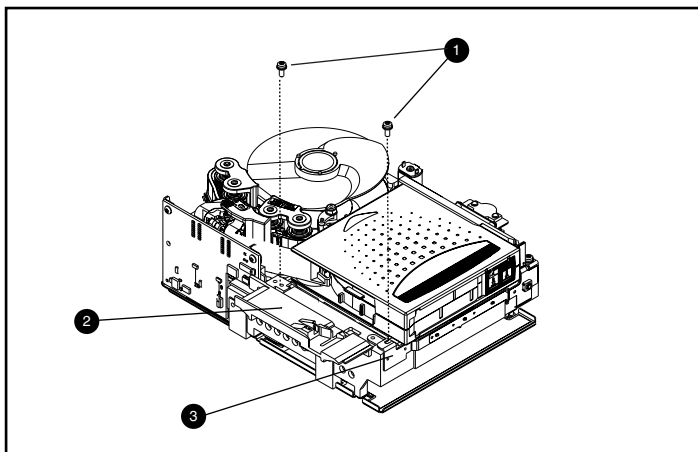

Abbildung D-4. Entfernen der linken Führung
1. Entfernen Sie die beiden Torx T8-Schrauben ❶ (siehe Abbildung D-4).
2. Ziehen Sie die Blechplatte ❷ zur Vorderseite des Laufwerks, so dass die linke Führung ❸ angehoben wird.
3. An der linken Führung ist ein flexibler Schaltkreis befestigt, der unter die Laufwerksmechanik reicht. Legen Sie die linke Führung ❸ flach um (wie in Abbildung D-4 dargestellt), wobei die Kassette im Laufwerk bleibt.